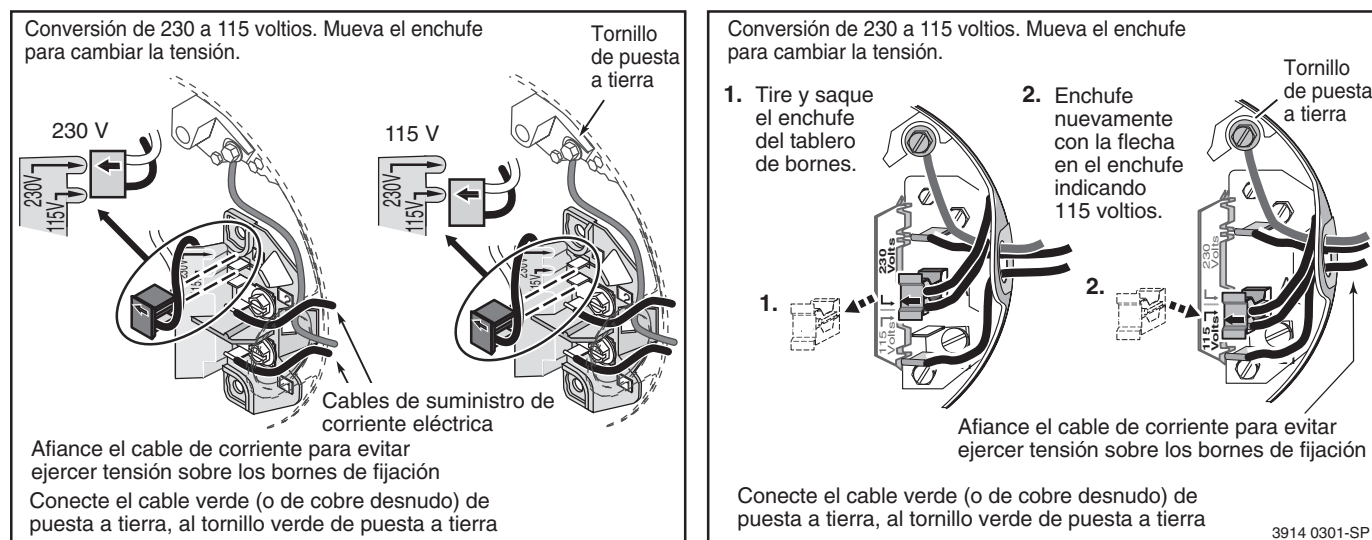

Figura 3 - Diagrama de cableado monofásico de doble tensión 115/230 V
- Paso 7. Conecte los conductores que llevan la corriente a los bornes L1 y L2 bajo el techo del motor. Cuando cambie el motor, inspeccione el diagrama de cableado en la placa de fábrica del motor contra la Figura 3. Si el diagrama de cableado del motor no corresponde a ninguno de los diagramas en la Figura 3, siga el diagrama en el motor.
IMPORTANTE: Los modelos monofásicos de 115/230 voltios se despachan de fábrica con el motor cableado para 230 voltios. Si el suministro de corriente es de 115 voltios, saque el techo del motor y vuelva a conectarlo según se ilustra en la Figura 3. No trate de hacer marchar el motor en el estado que se recibió, si la corriente es de 115 voltios.